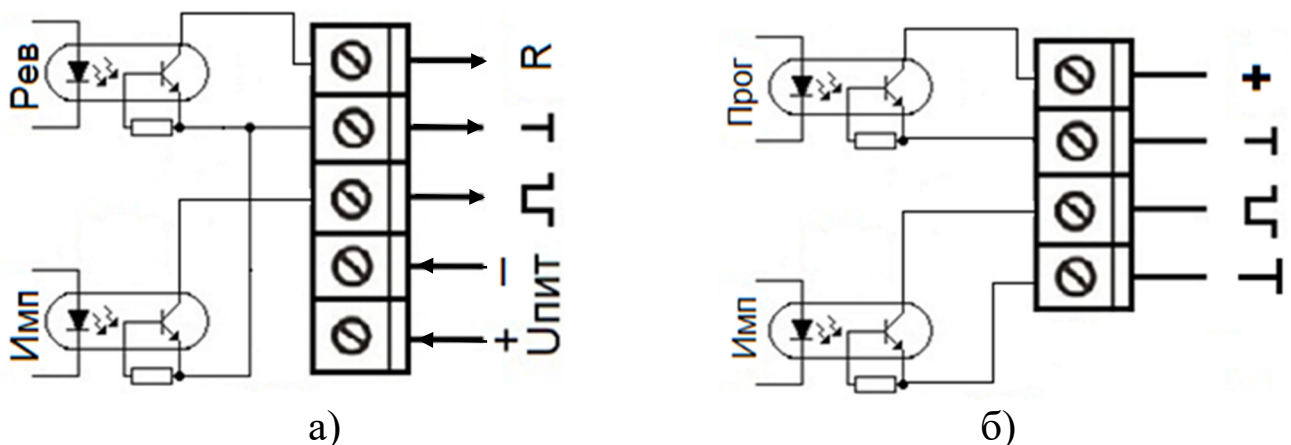

Рисунок 4. Схема дискретных выходов: а) однолучевого счетчика, б) двухлучевого счетчика.
- для однолучевого счетчика - импульсный выход «Имп» и выход сигнала обратного направления потока «Реверс» (R);
- для двухлучевого счетчика - импульсный выход «Имп» и выход программируемый «Прог» (рисунок 4).